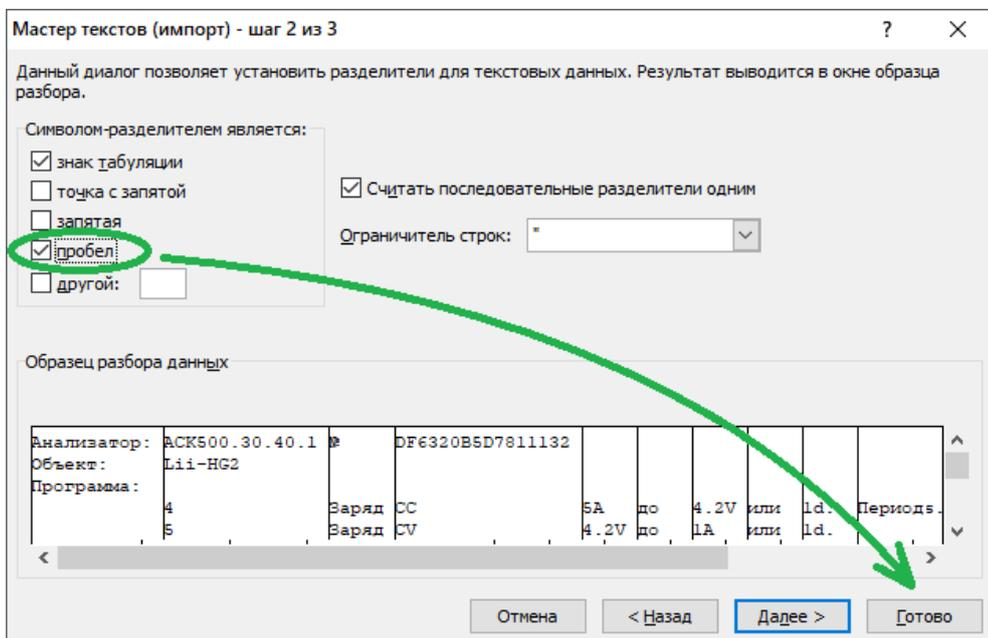

Рисунок 57 - Столбцы в файлах результатов разделены пробелами
- В следующем окне "Мастер текстов (импорт) - шаг 2 из 3" установить галку "пробел" и нажать кнопку "Готово" (см. рисунок 57);